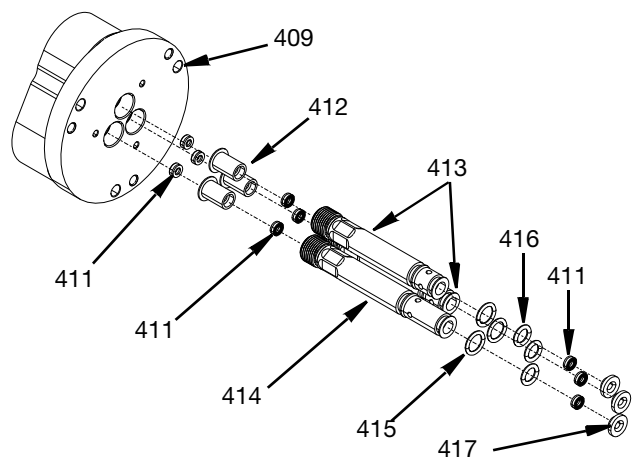

ABB. 17
5. Heben Sie die unteren Lager (417) mit einem Messer oder Schraubendreher vorsichtig aus den Dichtungslagerführungen (413-414) heraus. Die unteren Lager entsorgen.
6. Mit einem Hakenwerkzeug die Dichtungen der Nadelpackung (411) von der Führungsseite des Dichtungslagers herausziehen und entsorgen.
7. Die beiden Dichtungen der Nadelpackung (411) und die oberen Lager (412) aus den Dichtungslagerführungen entfernen und die Nadelpackung und die oberen Lager entsorgen.
8. Die O-Ringe (415 und 416) entfernen und entsorgen. Siehe ABB. 17.